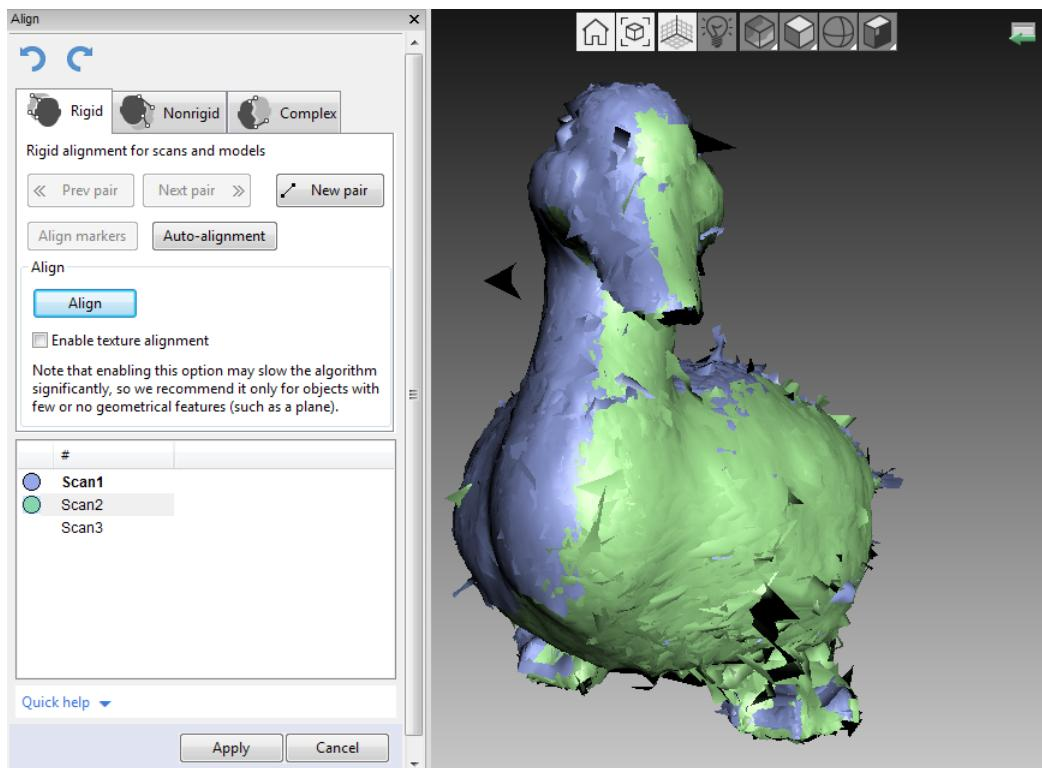

Рис. 8.17: Результат совмещения перетаскиванием
3. Чтобы подтвердить совмещение, отпустите кнопки мыши и клавишу *Shift*, затем нажмите кнопку *Применить*. Важно отметить, что регистрируемые сканы не будут добавлены к зарегистрированному ● множеству (см. Рис. 8.17). Это можно сделать вручную, как сказано в начале раздела Сборка сканов.